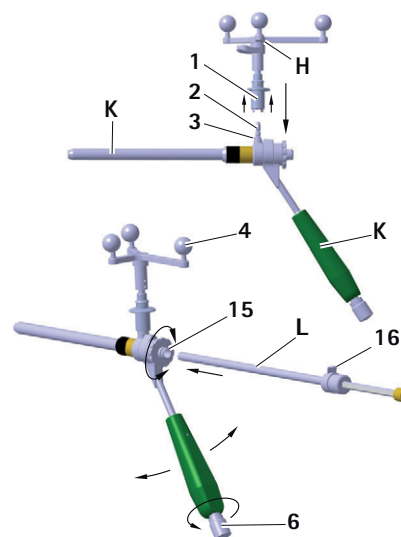

Fig. 12 Montarea unității stea Aesculap pe manșonul de ghidare S⁴C; Introducerea manșonului de burghiu interior S⁴C
- Pentru a asigura imaginea nerestricționată a camerei asupra sferelor cu repere reflectorizante, slăbiți butonul 6 de pe mânerul S⁴C al manșonului de ghidare S⁴C K și rotiți unitatea în formă de stea Aesculap H în poziția dorită, vezi Fig. 12.
- Manșonul de burghiu interior se angrenează pe manșonul interior și poate fi în continuare rotit, vezi Fig. 12.